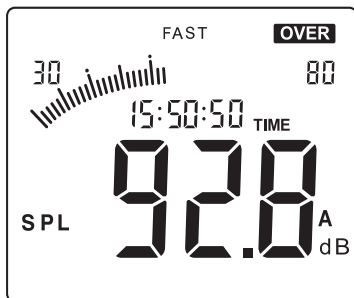

Figura 11
4. Se a escala de medição selecionada for inferior ao nível de ruído ambiente, por exemplo, quando ajustada para 30 ~ 80 dB e o nível sonoro atual for superior a 80 dB, o display exibirá a indicação “**OVER**” . Nesse caso, pressione a tecla “**▼**” ou “**▲**” para selecionar uma escala mais alta até que a indicação “**OVER**” desapareça, conforme ilustrado na figura 11.